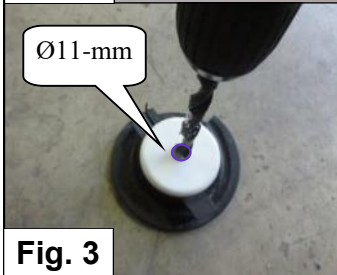

Fig. 3
4. Bohren Sie ein Loch von $\varnothing 11$ -mm in der Mitte von allen (4) Federhalterungen. Siehe Abbildung 3.